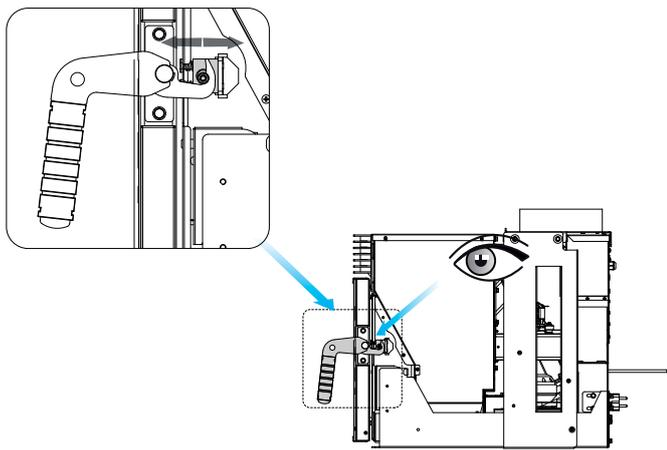

Abb. 7.20
- N) die korrekte Funktion der Türverriegelungsfeder wie in der Abb. 7.20 gezeigt prüfen.